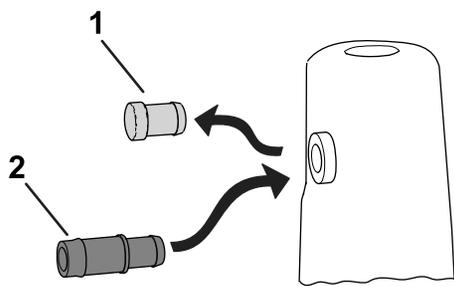

Figura 4
11. Retire o tampão do depósito hidráulico (se equipado); consulte Figura 4.
12. Insira o bico no olhal de borracha (Figura 4).